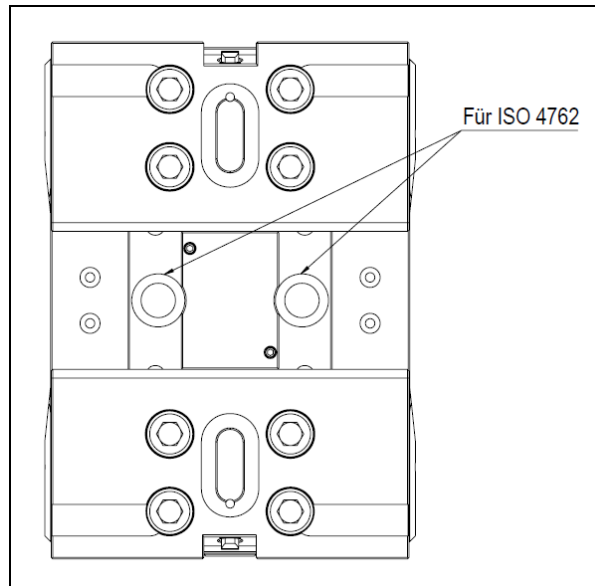

Abb. 18 Darstellung der Befestigung über innenliegende Befestigung (Vario Compact 125 C)
- Der Zentrumspringer kann nach belieben an verschiedenen Aufnahmen montiert werden. Hierzu mindestens zwei Passstifte $\varnothing 12$ H7 einsetzen und mit zwei Befestigungsschrauben M10 12.9 (ISO 4762) den Zentrumspringer befestigen. Anzugsdrehmoment: 70Nm. (Abb. 18)